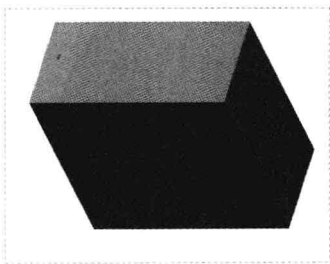

图 11-23 装配第一个零件
Step 01 按【Ctrl+N】组合键，新建一个装配文件；在“功能区”选项板的“模型”选项卡中，单击“元件”面板中的“组装”按钮，装配第一个零件，如图 11-23 所示。